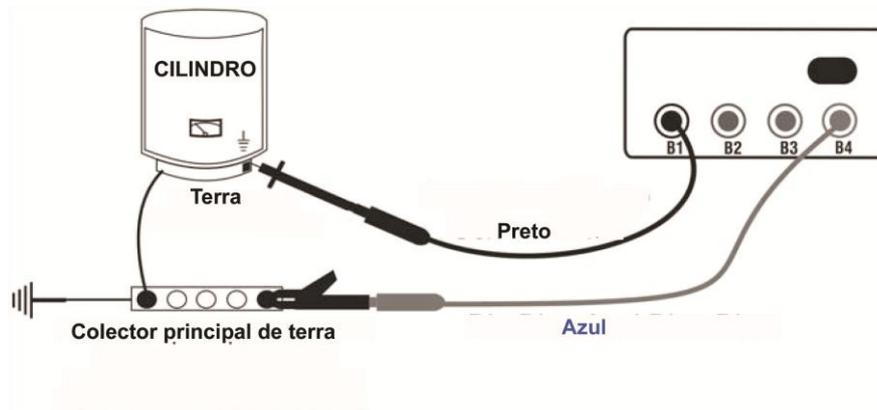

Fig. 4: Ligação do instrumento no teste LOWW
6. Ligar os terminais do instrumento às extremidades do condutor do qual se pretende efetuar o teste de continuidade (ver Fig. 4).